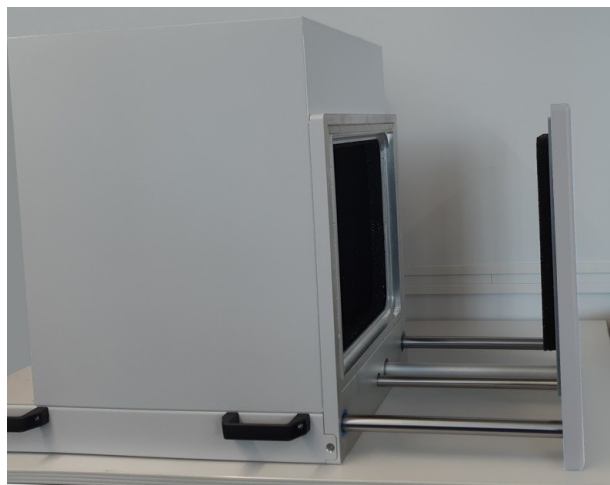

Figura 6-2: Aprire completamente la porta sopra il tavolo
- Offre spazio sufficiente per l'apertura della porta, ved. figura 6-2.
- b) La porta aperta si trova completamente al di sopra del tavolo, come mostrato in figura 6-2.